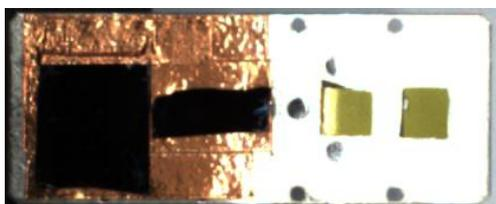

图 8 平面固体和薄膜样品黏贴示意图
- (2) 平面固体和薄膜样品: 使用双面胶直接粘贴在样品托上 (根据样品导电性不同, 选择导电胶带或绝缘胶带), 如图 8 所示。